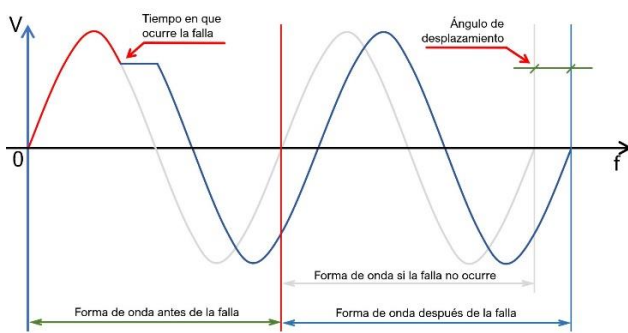

Fig. 1
- El Vector-Shift mide la longitud de cada ciclo de voltaje. Cuando la red normal falla estando en paralelo con la planta generadora, el repentino cambio en la carga crea un cambio en la longitud del ciclo (fig. 1 y 2).